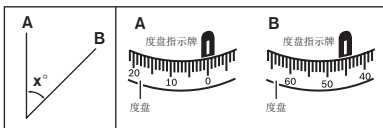

图7
1. 把测量仪器对准点A，转动度盘2让刻度“0”对准度盘指示牌3。（图7）
2. 把测量仪器对准点B，此时记录下度盘指示牌3下的刻度。（图7）